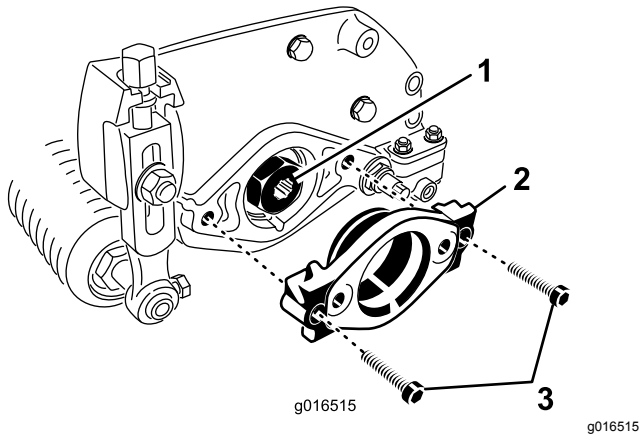

Figure 8
2. Retirez les 2 vis Allen qui fixent le support du moteur au côté gauche de l'unité de coupe. Déposez le support du moteur (Figure 8).
3. Appliquez de la graisse à l'intérieur de la cannelure d'entraînement (Figure 8).
4. Sur le côté gauche de l'unité de coupe, enduisez le joint torique d'une fine couche d'huile et posez le support du moteur avec les 2 vis Allen retirées précédemment (Figure 8). Serrez les boulons à un couple de 16 à 20 N·m.